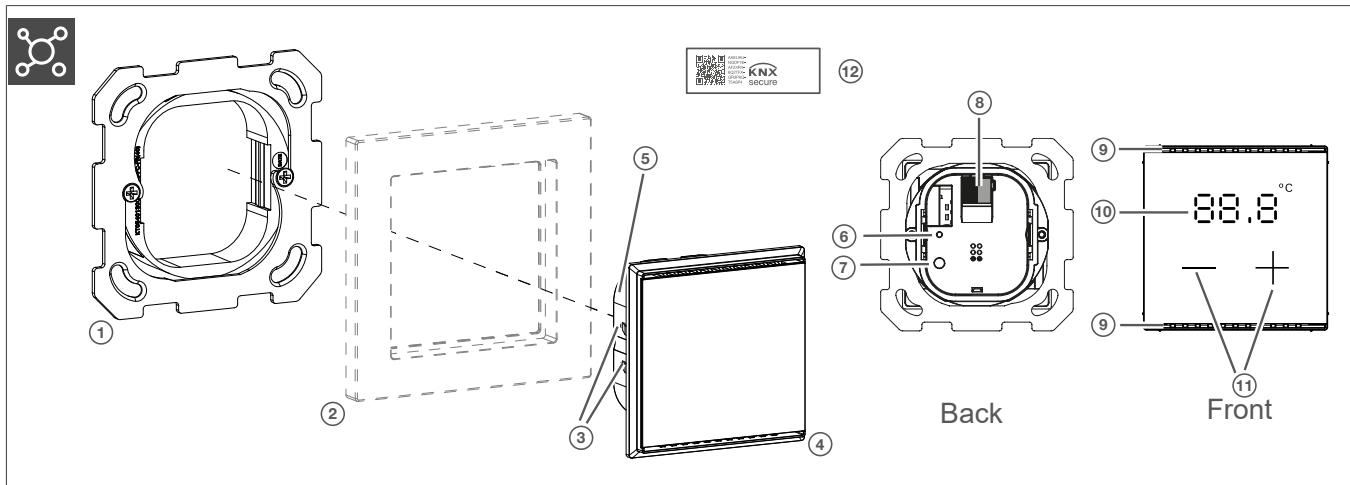

Bild 2: Geräteaufbau
- | Programmier-Taste (Bild 2/7: Geräteaufbau) drücken.
Die Programmier-LED (Bild 2/6: Geräteaufbau) leuchtet.